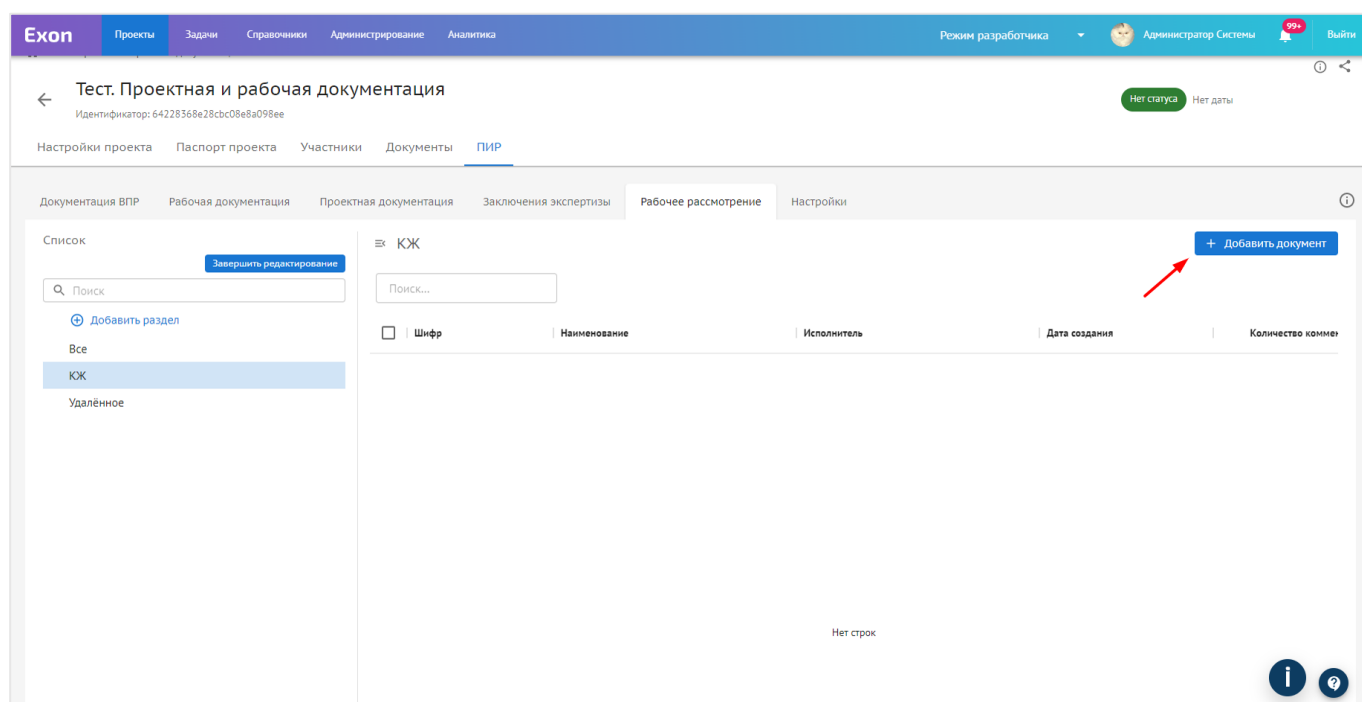

Рис. 103 - Загрузка документа
2. Перейти в нужный раздел и загрузить файл в формате PDF с помощью кнопки **Добавить документ** (рис. 103);